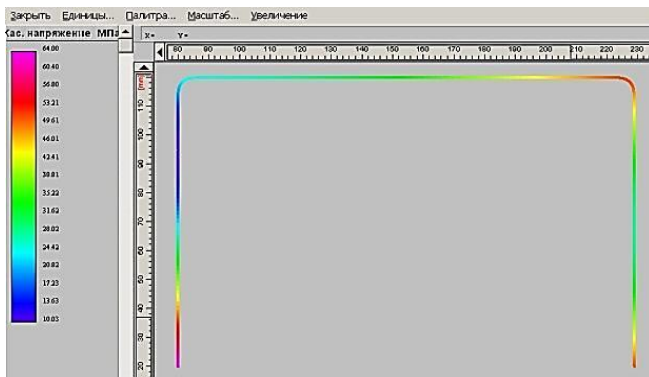

Рис. 36
Просмотр карты напряжений. После завершения расчета на экране монитора открывается окно «*Карта напряжений*» (рис. 36) с изображением сварного шва, окрашенного в различные цвета. Цветовая гамма шва отвечает цветовой шкале *Касательные напряжения, МПа*, расположенной в левой верхней части окна.
8. Оптимизация конфигурация сварного шва по результатам расчета. На карте напряжений (см. рис. 36) видно, что наиболее нагруженными являются горизонтальный и правый вертикальный участки сварного шва, а наименее нагруженным – левый участок. Следовательно, на левом участке шов можно сделать прерывистым. Для этого удаляем левый отрезок и заменяем его двумя отрезками меньшей длины, например, по 20 мм.